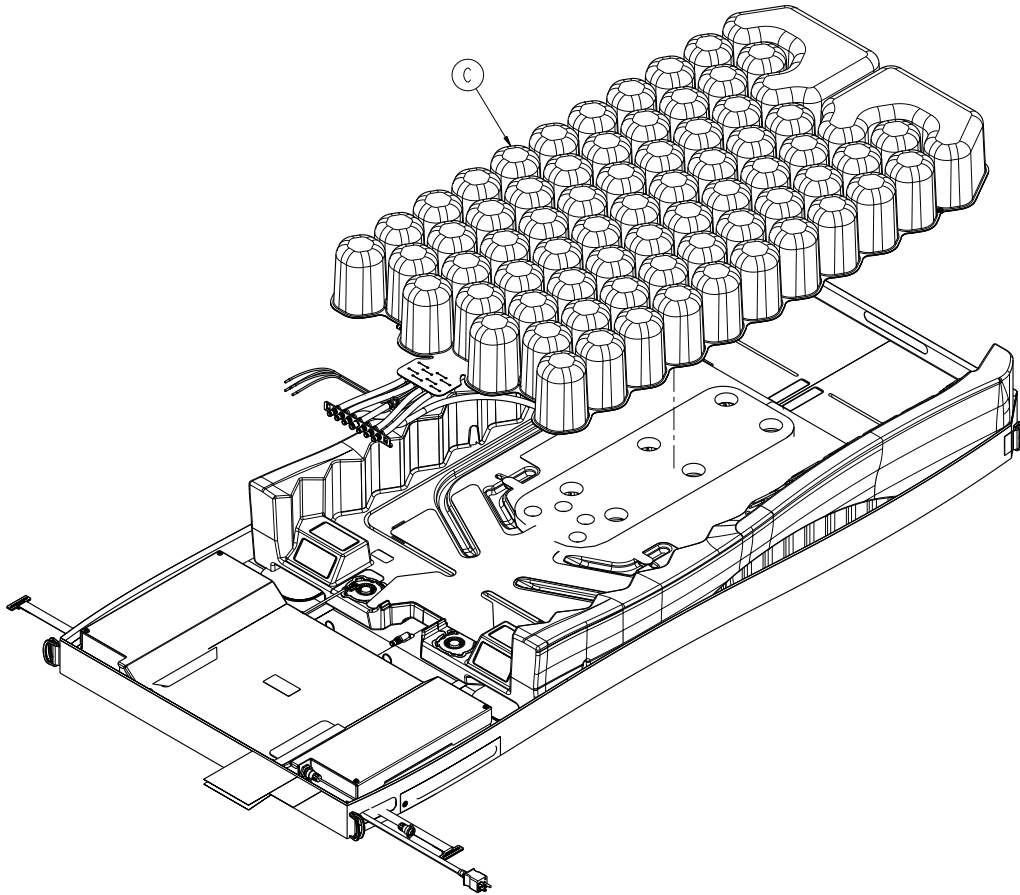

Figure 2-15 : Assemblage de cellules
10. Accéder à la poche de rotation en passant sous l'assemblage de cellules (C) du côté droit du patient au milieu, puis retirer le raccord rapide de la poche. Répéter la procédure pour le côté gauche du patient (Figure 2-15 à la page 2-36).
11. Séparer les attaches Velcro® du côté tête de l'assemblage de cellules (C) et passer le raccord rapide de la poche de rotation à travers le matelas en mousse.
12. Retirer et éliminer l'assemblage de cellules (C) (Figure 2-15 à la page 2-36).